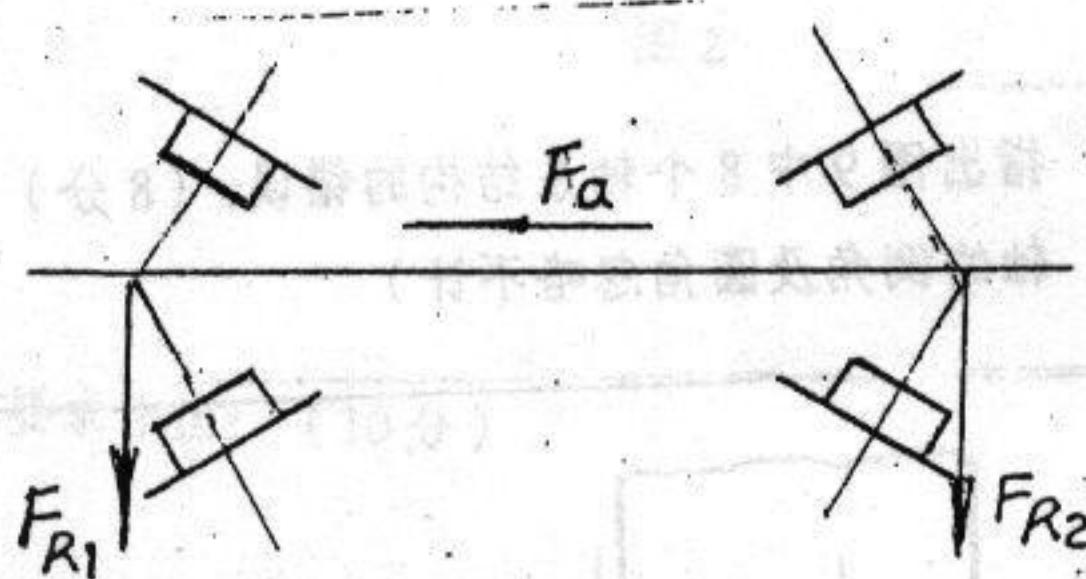

图 8
2. 如图 8 所示一轴的支承为一对反装且型号相同的圆锥滚子轴承，其径向载荷分别为 $F_{R1} = 3000 \text{ N}$ ， $F_{R2} = 4800 \text{ N}$ ，作用于轴上的外载荷 $F_a = 1500 \text{ N}$ ，方向如图示，载荷系数 $f_p = 1.3$ ，常温下工作。